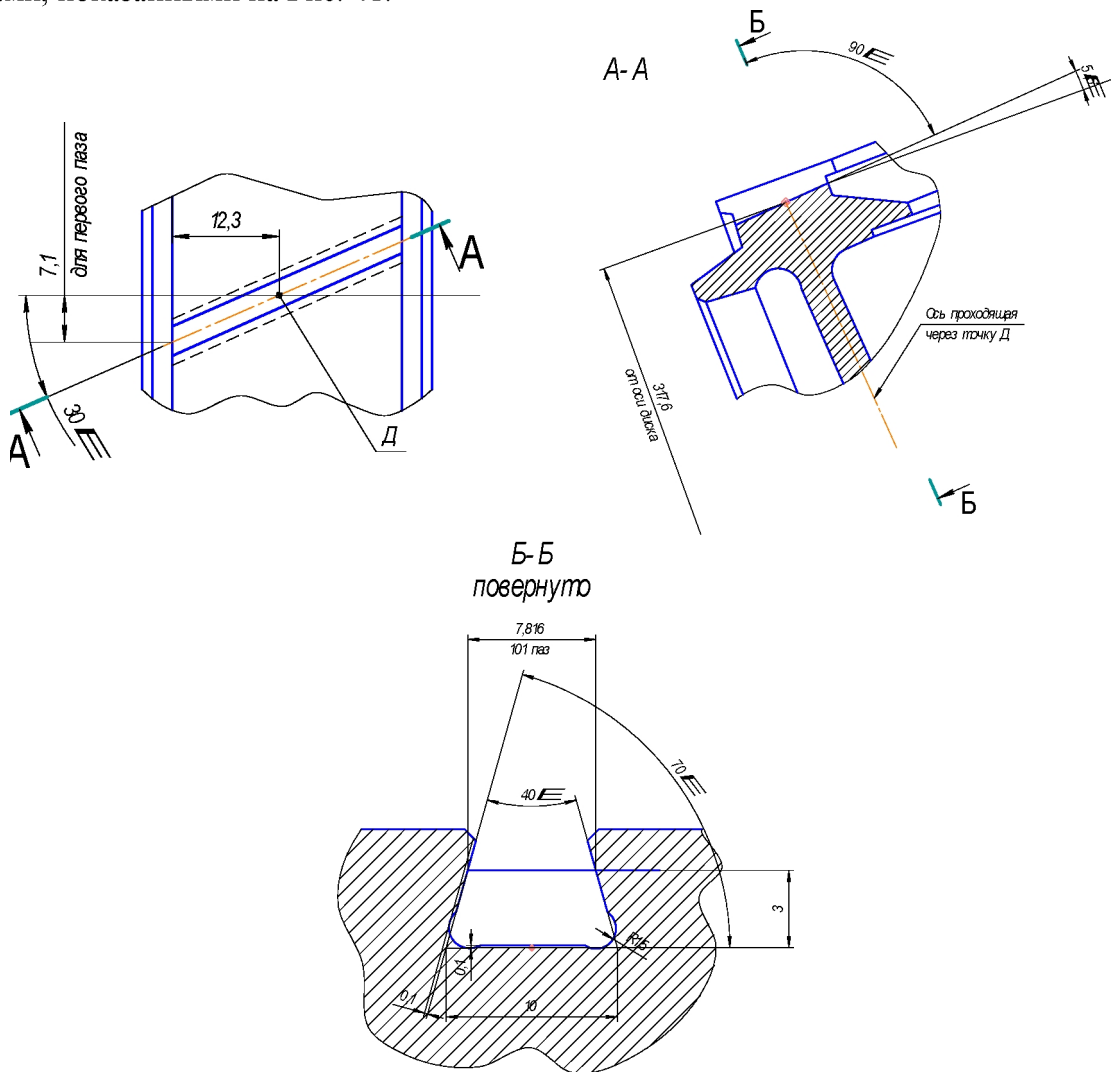

Рис. 41. Размеры, определяющие геометрию паза хвостовика типа «ласточкин хвост».
10. Создайте паз хвостовика типа «ласточкин хвост» с геометрическими размерами, показанными на Рис. 41.